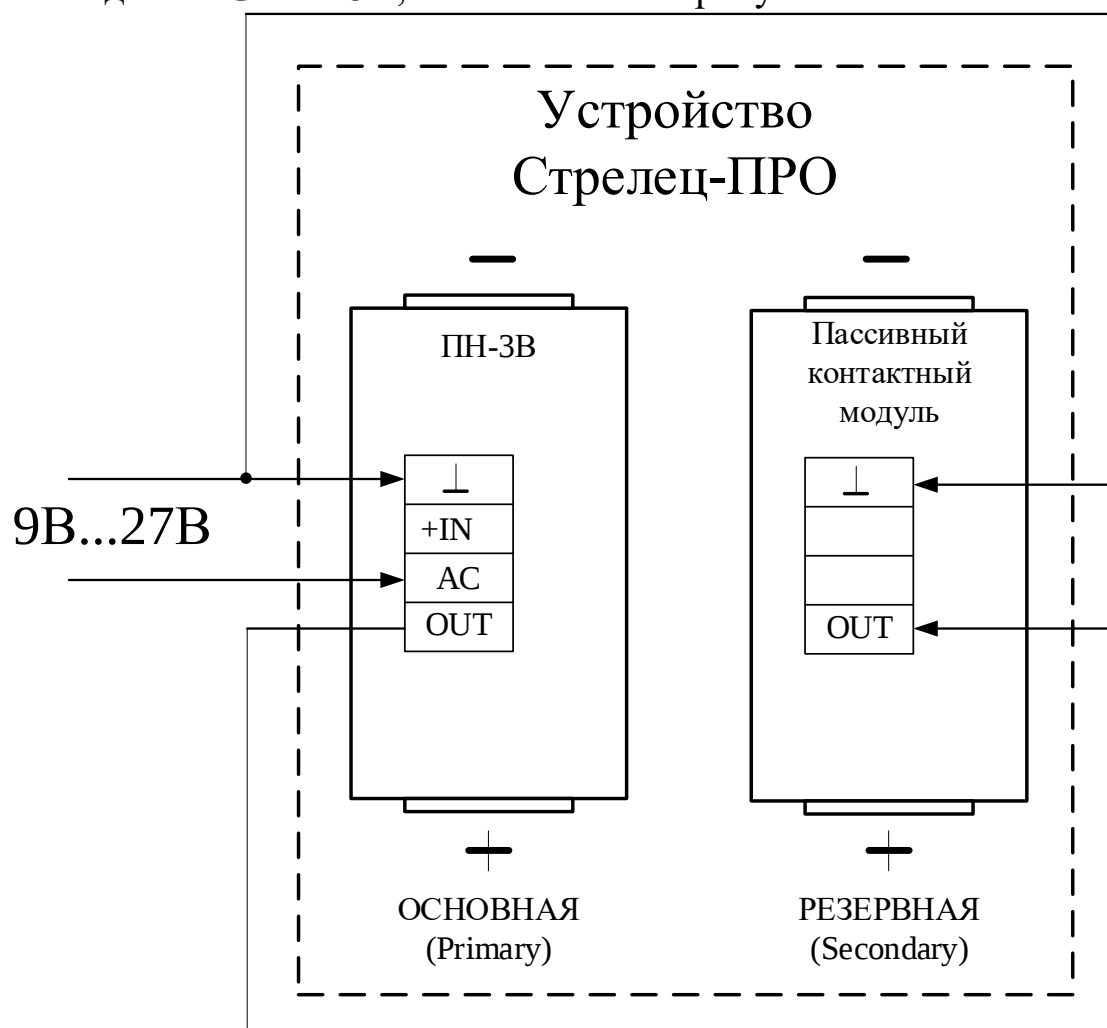

Рисунок 2 – Подключение ПН-3В без контроля внешнего источника питания к устройству с двумя разъемами CR123A
1.6 ПН-3В обеспечивает возможность подключения дополнительных пассивных контактных модулей с помощью разъема "OUT". Это, в частности, позволяет использовать только один преобразователь для питания устройства с двумя разъемами CR123A (например, Орфей-ПРО, Аврора-ДО-ПРО, Амур-ПРО и т.д., см. рисунок 2).